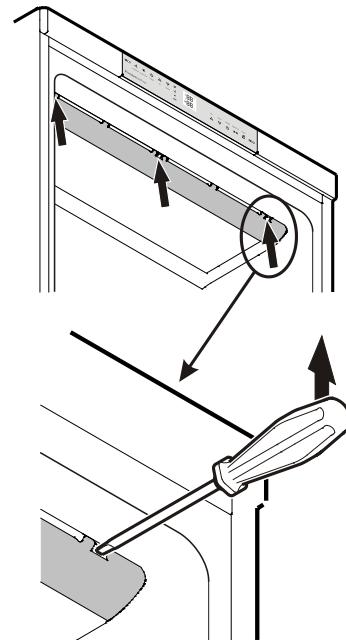

Figure 13
1. Désenclipsier précautionneusement le cache à gauche, au milieu et à droite à l'aide d'un tournevis - **Figure 13**.